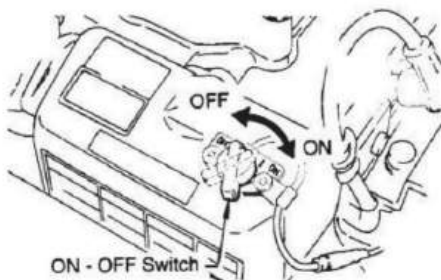

Fig 6
2. Ställ in motorns ON/OFF-omkopplare (fig 6) till läget ON (start)